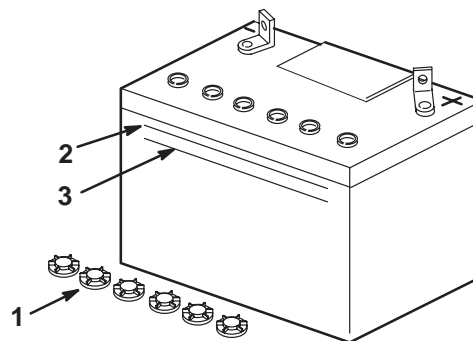

Figure 3
3. Enlevez les bouchons d'aération de la batterie (Fig. 3).
4. Versez lentement de l'électrolyte dans chaque élément jusqu'au trait **supérieur** (Fig. 3) sur le côté de la batterie.
5. Attendez cinq à dix minutes après avoir rempli les éléments. Ajoutez de l'électrolyte au besoin, pour amener le niveau au repère **supérieur** (Fig. 3) sur le côté de la batterie.